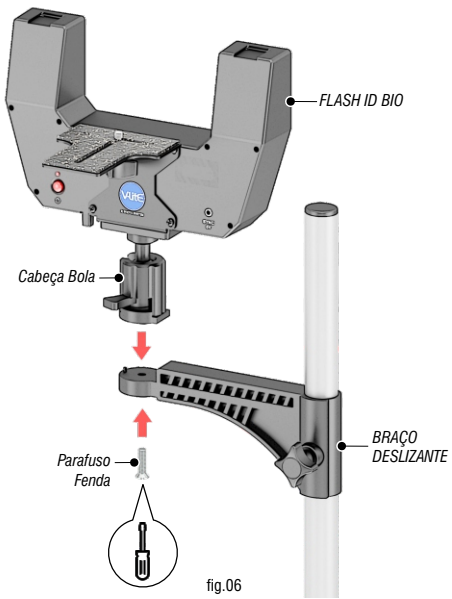
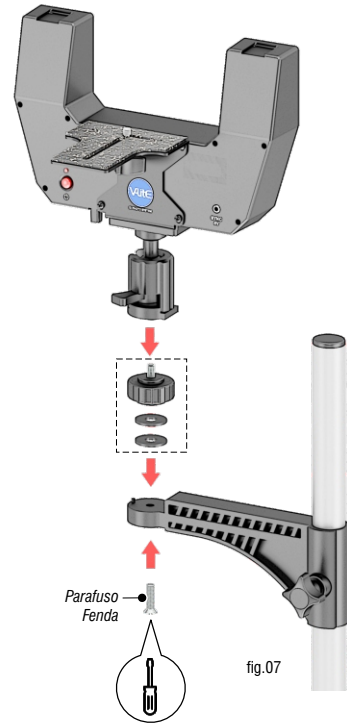

fig.06
fig.07
- 1 - Encaixe a Base da *Cabeça Bola* na extremidade do *Braço Deslizante*. Insira o *Parafuso Fenda* e aperte-o com auxílio de uma *Chave Fenda* (fig.06). Se a rosca do *FLASH ID BIO* for diferente da rosca do *Braço Deslizante* utilize o *Adaptador de Roscas* e se necessário também as *Arruelas* (fig.07)